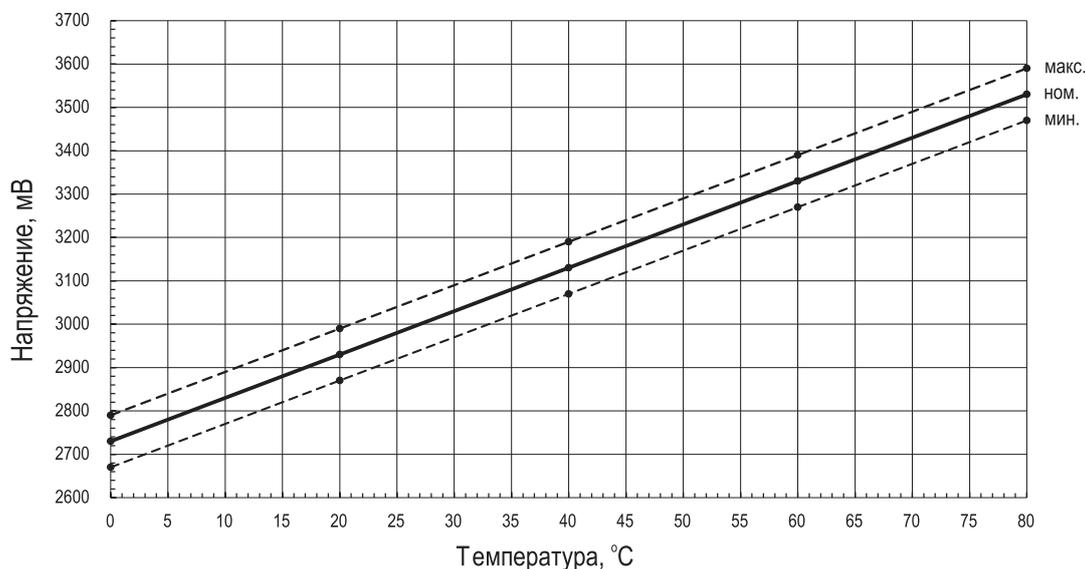

Рис.23 Напряжение на датчике в зависимости от температуры
- Проверить датчики температуры путем измерения напряжения на них, зависящего от температуры окружающей среды (см. рис.23).